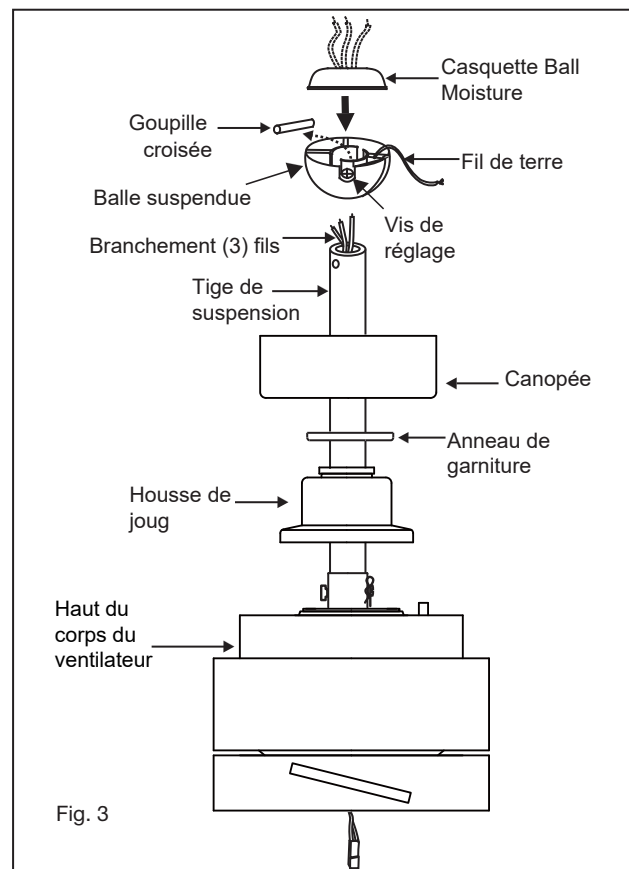

Fig. 3
- 6 Deslice la cubierta del yugo, el anillo de ajuste y el dosel sobre la varilla. (Fig. 3)
- 8 Pase los cables a través de los agujeros en la tapa de humedad de la bola de goma y deslice la tapa hacia abajo sobre la parte superior de la bola. (Fig. 3)
Connexions électriques du moteur au récepteur: (Fig. 3) Connectez le fil noir du ventilateur au fil noir marqué "TO MOTOR L" sur le récepteur. Connectez le fil blanc du ventilateur au fil blanc marqué "TO MOTOR N" sur le récepteur. Connectez le fil bleu du ventilateur au fil bleu marqué "FOR LIGHT" sur le récepteur. Fixez toutes les connexions des fils avec les écrous en plastique fournis.
Connexions électriques du récepteur aux câbles d'alimentation de la maison: (Fig. 3) Connectez le fil noir (chaud) du plafond au fil noir marqué «AC in L» du récepteur. Connectez le fil blanc (neutre) du plafond au fil blanc marqué "AC in N" du récepteur. Fixez les connexions des fils avec les écrous en plastique fournis.
Si votre boîtier de sortie a un fil de terre (vert ou cuivre nu), connectez-le aux fils de terre du ventilateur; sinon, connectez le fil de terre du support de suspension au support de montage. Fixez la connexion du fil avec un écrou en plastique fourni. Après avoir connecté les fils, écartez-les de sorte que les fils vert et blanc soient d'un côté de la boîte de sortie et les fils noir et bleu de l'autre côté. Rentrez soigneusement les connexions des fils dans la boîte de sortie. (Fig.3)
Un flux d'air VERS LE BAS crée un effet de refroidissement comme le montre la figure 3. Cela vous permet de régler votre climatiseur sur un réglage plus chaud sans affecter votre confort.